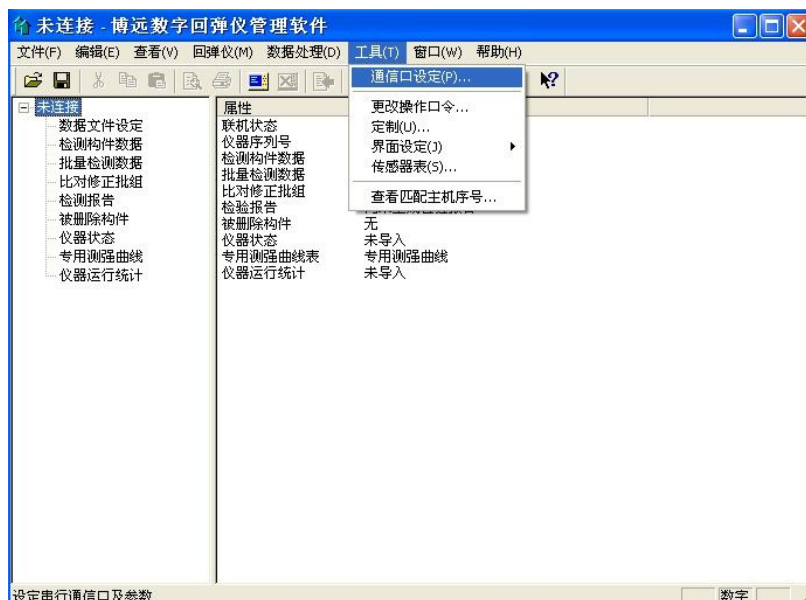
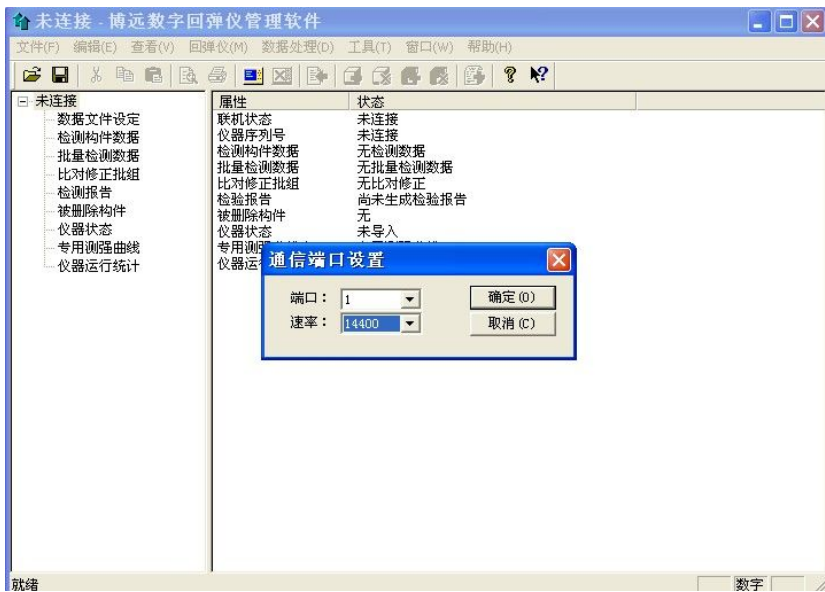

图 1-1
图 1-2
- i. 设置电脑端通信速率。点击工具——通信口设定（如图 1-1），推荐设置通信速率为 9600 或者 14400（如图 1-2），点击确定退回到主界面。